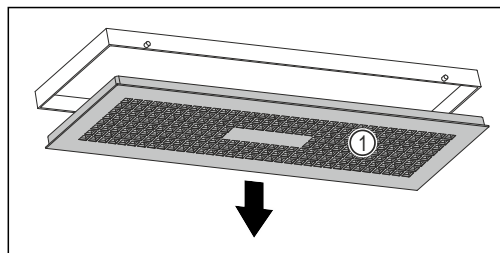

Fig. 100
- ▶ Obrócić pojemnik na wodę powoli w dół i przytrzymać przy tym ostonę Fig. 100 (1).
- ▶ Zdjąć ostonę Fig. 100 (1).